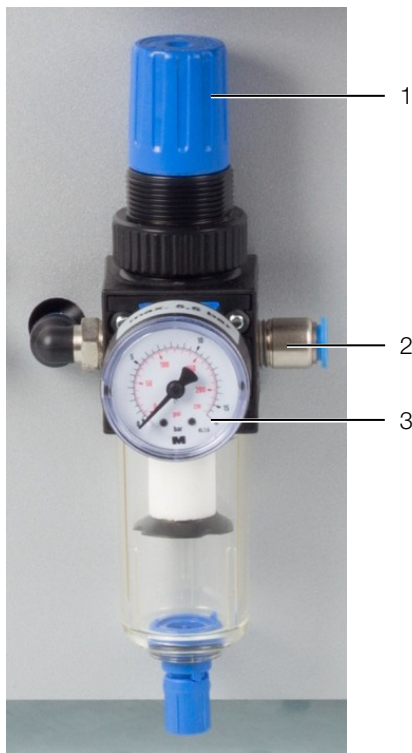

Imagen 4: Realizar las conexiones
- Conecte primero el tubo neumático a la unidad de mantenimiento del aire comprimido de la máquina (imagen 4, pos. 2).
- Compruebe la indicación del manómetro (imagen 4, pos. 3).
- En caso necesario ajuste la presión. Para ello tire del tornillo de ajuste (imagen 4, pos. 1) hacia arriba y gírelo con cuidado: